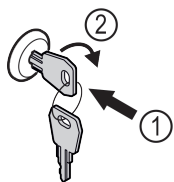

Fig. 122
- ▶ Klíč zasuňte dovnitř. Fig. 122 (1)
- ▶ Otáčejte klíčem o 90° ve směru hodinových ručiček. Fig. 122 (2)